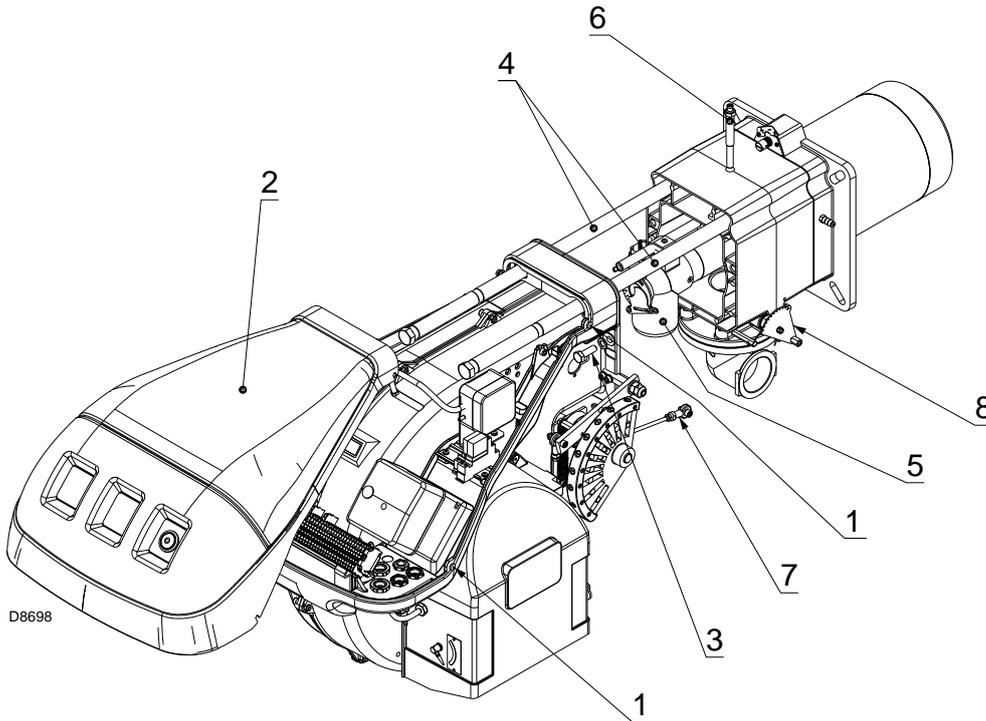

图 39
检查确认点火阶段的燃气出气孔（在燃烧头的燃气分配管处）清洁无污物及锈迹。如有疑问，需拆下弯头 5) (图 39)。
- 拆下螺栓 1), 同时取下保护盖 2)( 图 39)。
- 重新拧紧螺丝 3)( 图 39)，将探针和电极电缆轻轻拉紧。